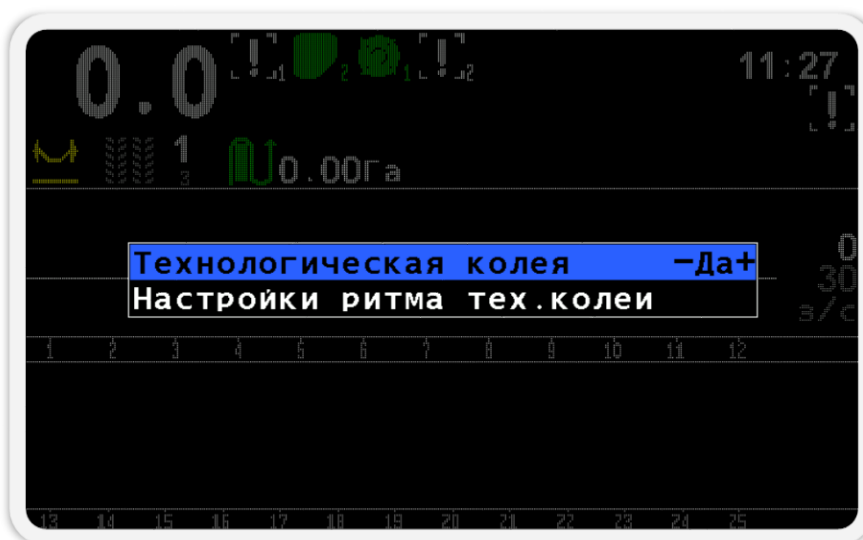

Рисунок 38 Меню «Технологическая колея»
- 6.3.5.4.  **Технологическая колея** - вызывает вложенное меню (см. Рисунок 38), позволяющее настроить параметры работы с технологической колеёй.